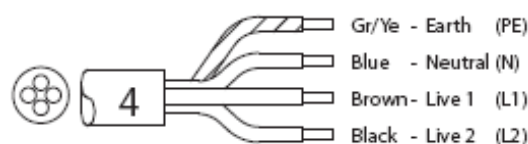

Рис. 8
- Рис. 8 - 2 N ~ 400 V (четырёхпроводной кабель)